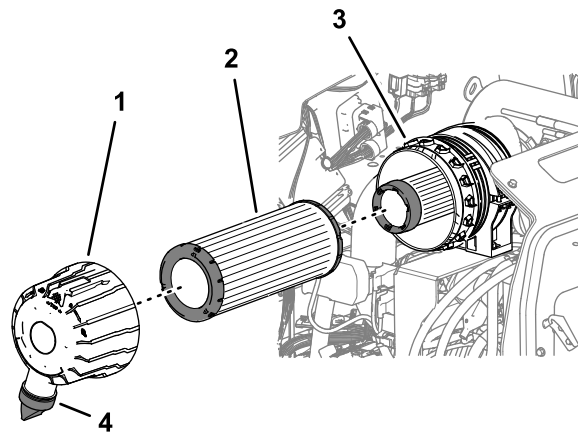

**Figura 52**
3. Togliete il filtro primario dell'aria (Figura 52).